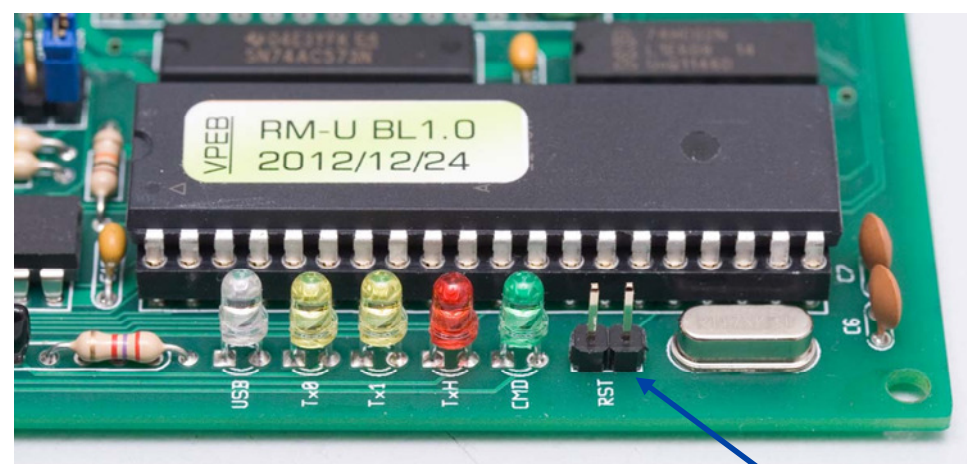

Fig 2: RM-U Reset jumper
Alternatief is een Reset-jumper aansluiting te maken zoals die standaard op RM-U Rev02 zit (zie ook fig 2). Je kunt op de aangegeven plek, ergens tussen de groene LED en het kristal, 2 gaatjes boren van 1mm en ca 2,54mm uit elkaar. Steek hierin een blokje van 2 jumperpinnen. Soldeer aan achterzijde van de print met een draadje één van de pinnen aan pin9 van de CPU, de andere pin met een draadje aan GND. Desgewenst kun je het jumperblokje nog even fixeren met wat lijm (epoxy of cyanoacrylaat). **LET OP:** Als je cyanoacrylaat (secondenlijm) gebruikt: Soldeer na het lijmen niet meer aan de gelijmde aansluitingen! Dit veroorzaakt zeer giftige dampen!!
7. Zet een jumper (kortsluitblokje) op de Reset-aansluiting van de RM-U (zie fig 2). Eventueel leen je even een jumper van het 8-polige jumperblokje elders op de RM-U.